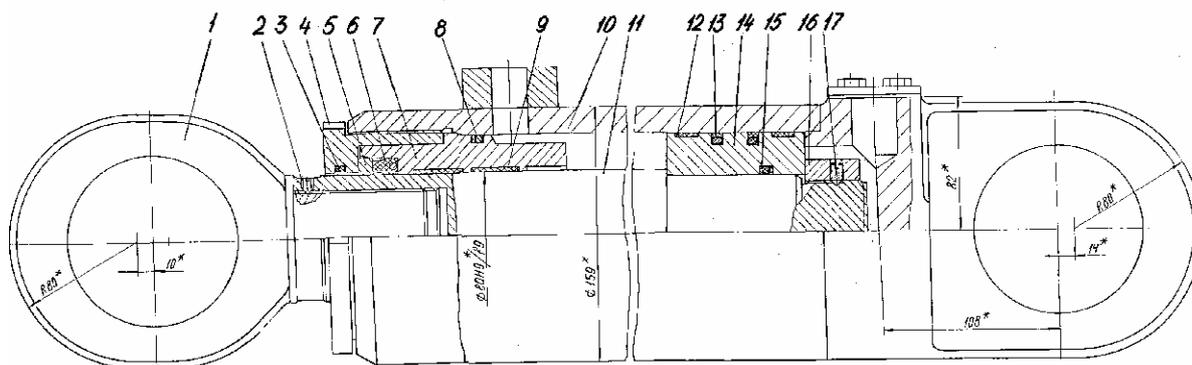

Рис. 47 Гидроцилиндр
8. ГИДРОЦИЛИНДРЫ (рис. 47, 48,49)